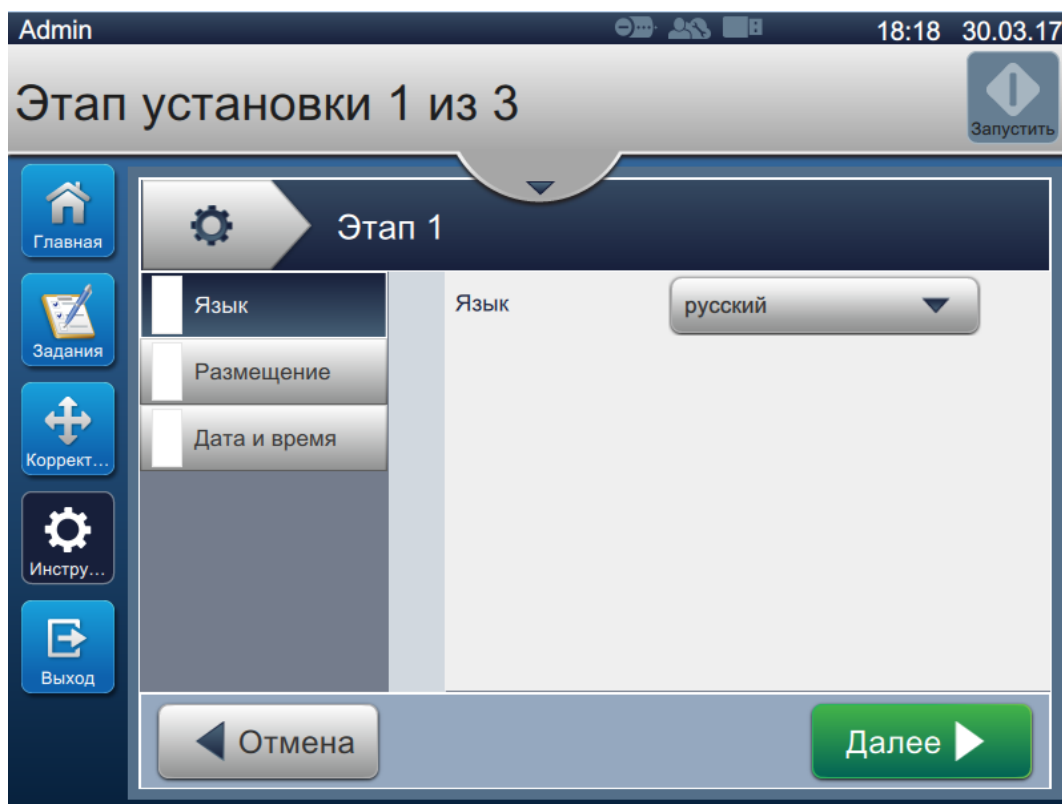

Рис. 6-24. Экран «Установка»
1. Нажмите кнопку  на экране «Инструменты». Откроется экран «Установка», как показано на Рис. 6-24.